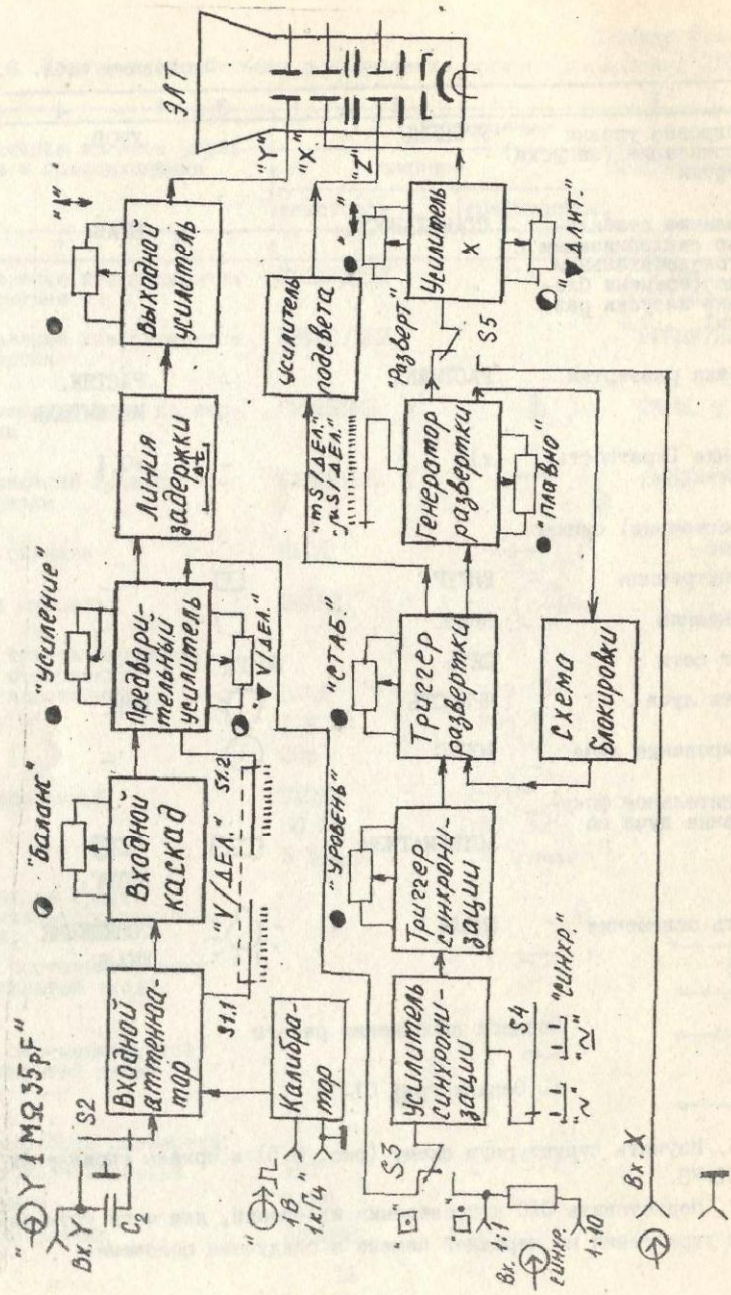

Рис. 8.5. Осциллограф CI-73
1. Изучить структурную схему (рис. 8.5) и органы управления ЭЛО типа С1-73.